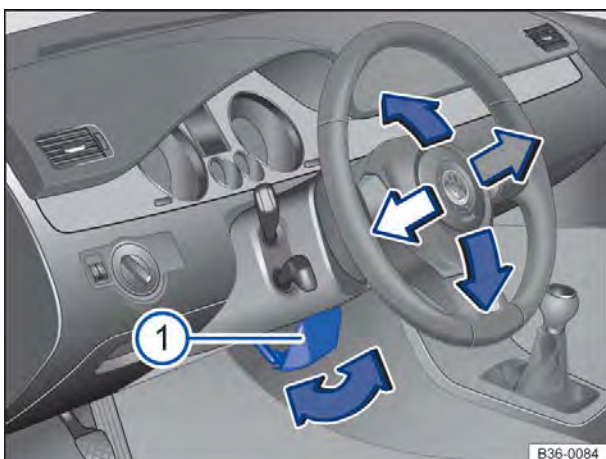

Fig. 47 Embaixo do volante no revestimento da coluna de direção: alavanca de ajuste mecânico da posição do volante.
- Virar a alavanca ⇒ **Fig. 47** ① para baixo.
- Virar a alavanca sempre com firmeza para cima ⇒ **Fig. 47** ① após o ajuste, para que o volante não mude de posição involuntariamente durante a condução.